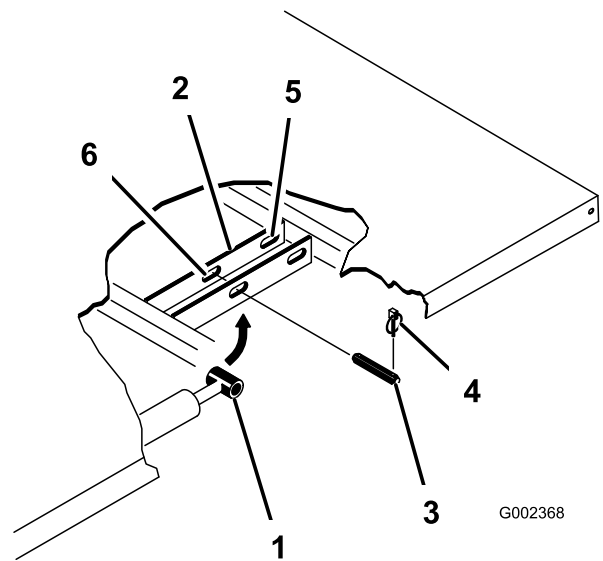

Рисунок 3
4. Удалите шплинты с кольцом из наружных концов шплинтуемых штифтов на штоках гидроцилиндров (Рисунок 3).